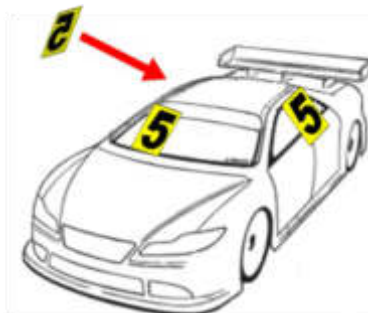

Figura 1: Disposizione corretta dei numeri di gara sul modello in scala 1/10 Touring EP
- 9.00.19 **Disposizione numeri di gara 1/10 Touring EP:** prima della partenza delle manche di qualifica e delle fasi finali i Piloti sono obbligati a posizionare sulla propria carrozzeria i numeri di gara, consegnati dagli Organizzatori, con la disposizione mostrata in Figura 1, al fine di garantire una maggiore visibilità da parte della Direzione di Gara. La non corretta posizione dei numeri gara comporta il richiamo del modello del Pilota da parte del Direttore di Gara in modo tale che questi li disponga come da Regolamento (vedi Figura 1).